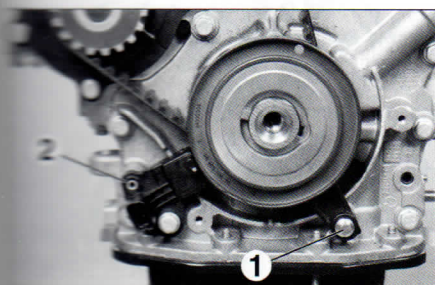

FIG.4
- desmontar el captador de régimen motor (2) (**fig. 4**).
- la escuadra anti-decalado (1) (**fig. 4**) y apretar a 0,5 mdaN.
- el captador de régimen (2).